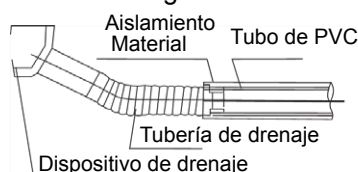

Figura 4.1
- 2) Conecte el tubo de desagüe de acuerdo con la figura 4.1.